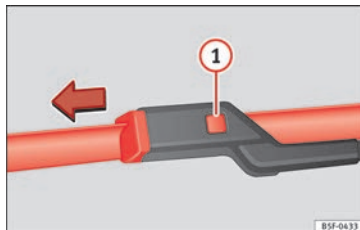

Fig. 81 Cambio de las escobillas del limpiaparabrisas.
- Mantenga presionada la tecla de desbloqueo » **fig. 81** **1** tirando ligeramente de la escobilla en el sentido de la flecha.